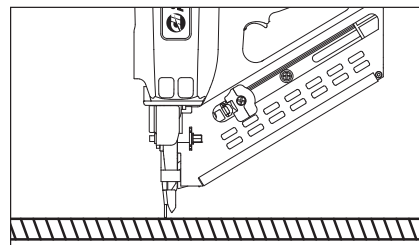

Figure 20
1. Placer l'outil où les attaches doivent être enfoncées. **NE PAS** tirer sur la gâchette ni tenir l'outil en plaçant les doigts sur la gâchette avant d'être en position de déclenchement intégral (voir la figure 20).